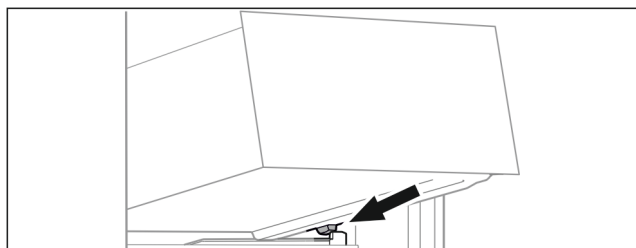

Fig. 64
- Placer le tiroir, en l'inclinant, derrière les butées sur la nervure de récipient. (voir Fig. 64)